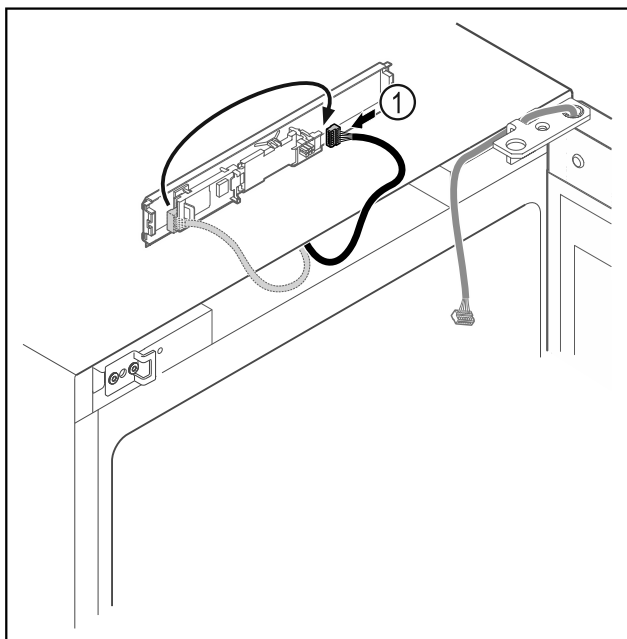

Fig. 21
- ▶ Vtič Fig. 21 (1) ponovno povežite s tiskanim vezjem.